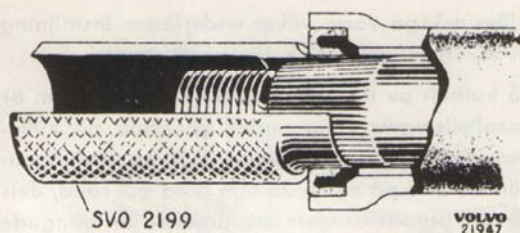

Bild 38. Montering av styraxel.
6. Anbringa skyddshylsa SVO 2199 enligt bild 38 och montera styraxeln i styrsnäckshuset. Fyll några droppar olja vid justerskraven i styraxeln.